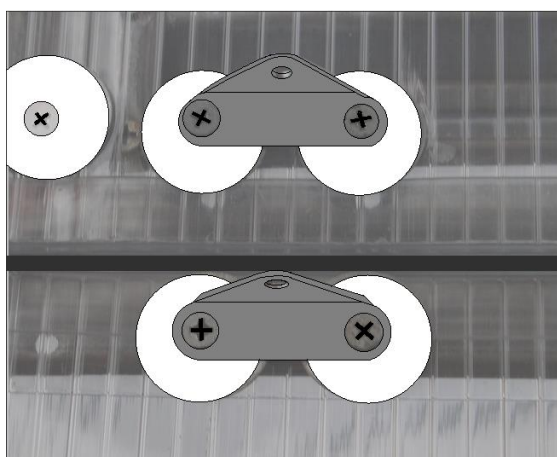

Рис.19 Установка уголков для фиксации двери и форточка
7.2. На поперечине форточка №15 и двери №11 установите сверху покрытия по одному уголку № 16, так же подложив под уголок в местах крепления шайбы (см. Рис.19).